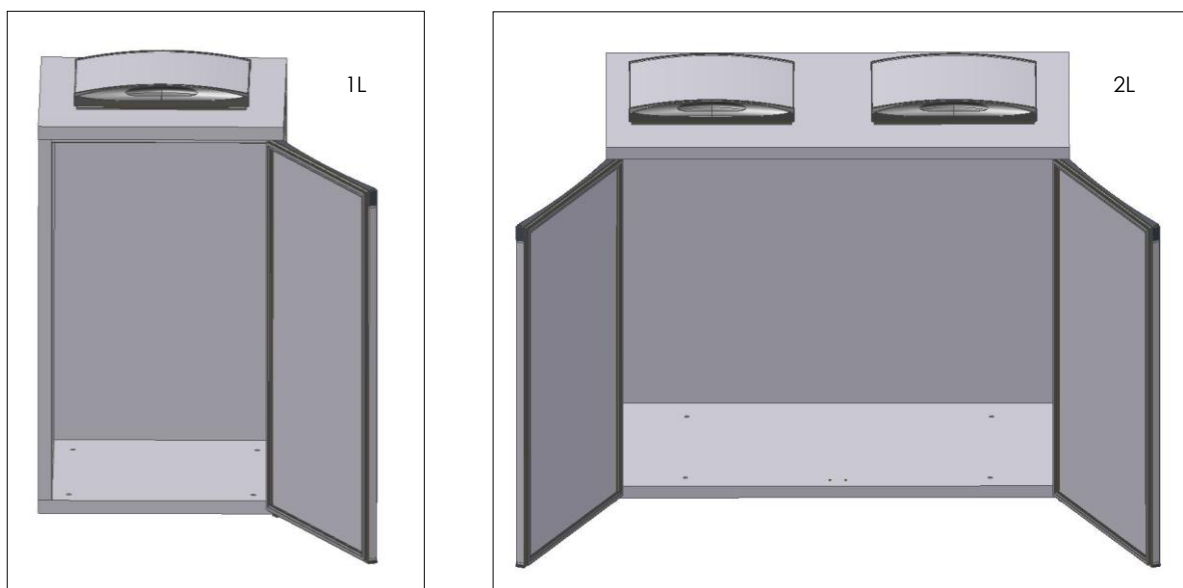

Fig. 9
- Inserire la **porta (destra e sinistra)** nel fondo e nel piano (Fig.9);